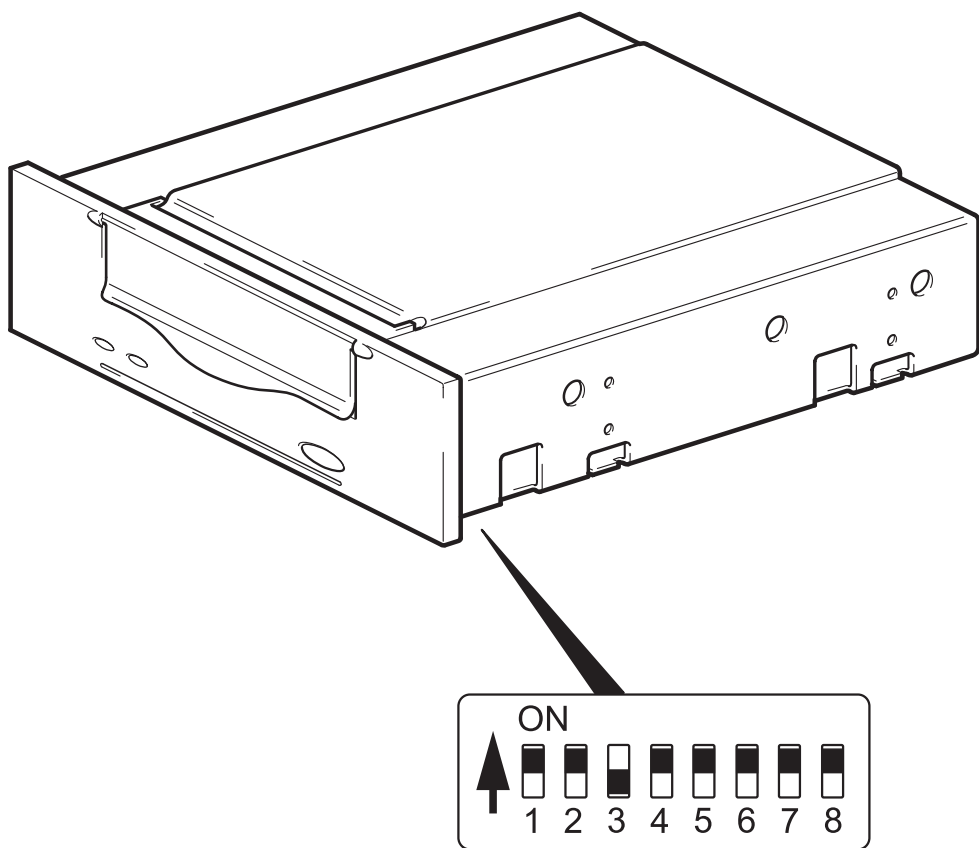

图 4: 设置 UNIX 配置开关
- 2 如果您的 UNIX 配置需要它，请根据图 4 所示的缺省设置，更改位于磁带机底部的配置开关。